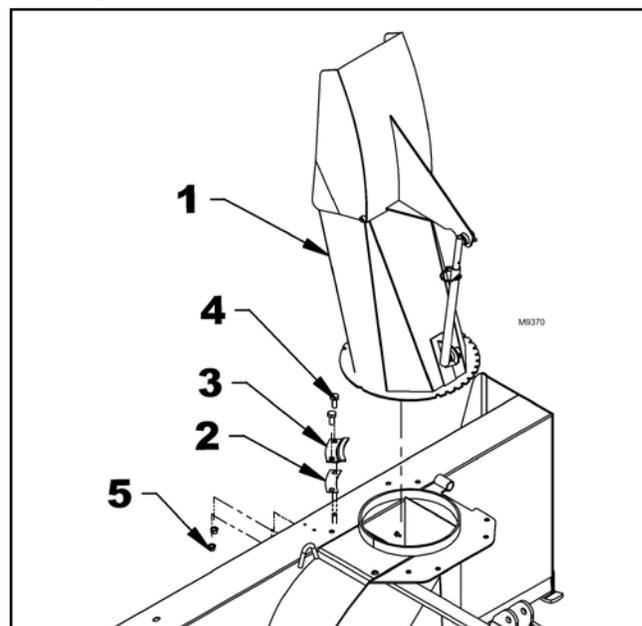

Figure 18. Installation de la goulotte
4. Figure 18 : Appliquez de la graisse sur la base de la goulotte et autour de l'anneau de la goulotte de la souffleuse. Installez la goulotte (article 1) avec les quatre plaques de retenue (article 3), les quatre entretoises (article 2) et huit boulons 1/4 NC x 3/4 po et écrous à collerette (articles 4, 5). Serrez fermement.